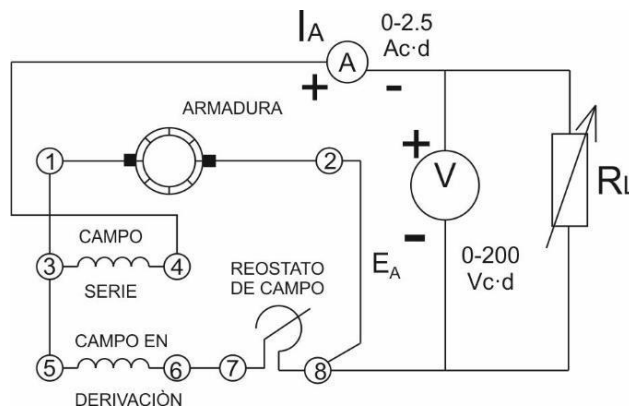

Figura 2
- a) Conecte el circuito de la figura 2 utilizando los Módulos EMS de c-d, motor/generador medición de c-d y resistencia.